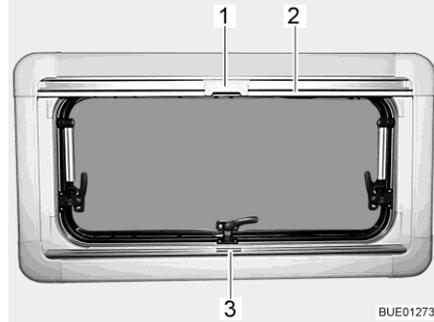
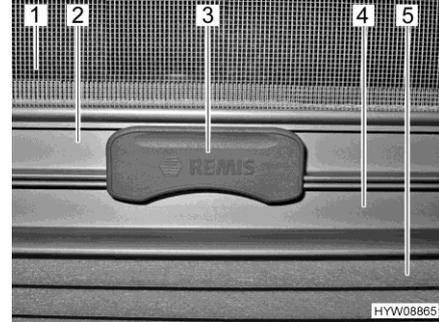

Fig. 20 Fenêtre projetante
Fig. 21 Cran
Le dispositif occultant plissé (Fig. 21,5) se trouve dans le caisson du bas.
- Saisir le dispositif occultant plissé par le centre de la barre-poignée (Fig. 20,3 et Fig. 21,4), le tirer du bas vers le haut et le relâcher à la hauteur voulue. Le dispositif occultant plissé reste alors à cette hauteur.
La moustiquaire (Fig. 21,1) se trouve dans le caisson du haut.
- Tirer la moustiquaire par la barre-poignée (Fig. 20,2 et Fig. 21,2) vers le bas jusqu'à ce qu'elle entre en contact avec celle du dispositif occultant plissé (Fig. 21,4).
- Verrouiller le cran (Fig. 20,1 et Fig. 21,3) de la moustiquaire avec la barre-poignée du dispositif occultant plissé. Quand le cran est verrouillé, le dispositif occultant plissé et la moustiquaire peuvent être réglés en même temps.
- Presser le cran (Fig. 21,3) en haut de la moustiquaire.
- Ramener lentement la moustiquaire en arrière au moyen de la barre-poignée (Fig. 20,2).